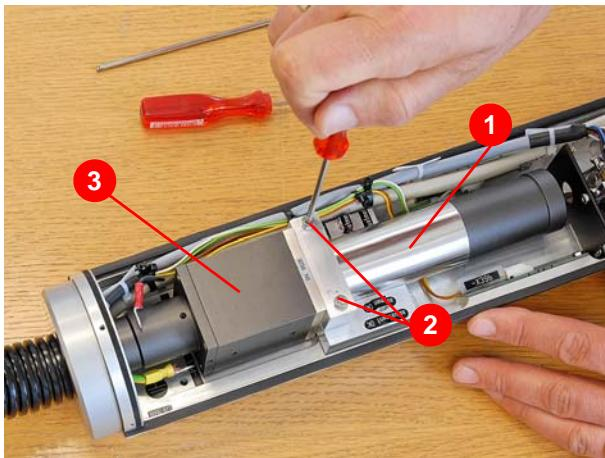

Abbildung 8.23 Austrittseinheit demontieren
4. Auskoppeleinheit (1) (Abbildung 8.23) durch Lösen der beiden Befestigungsschrauben (2) demonitieren.